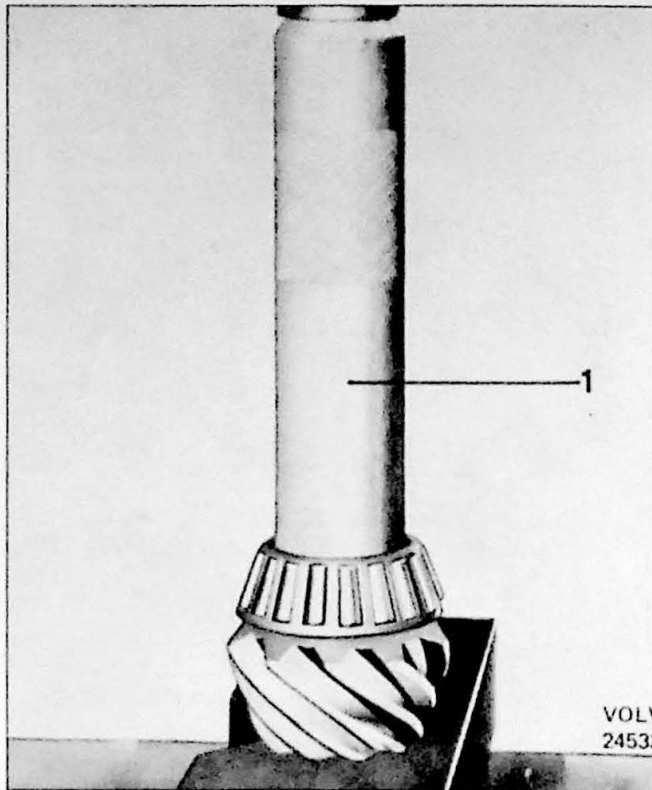
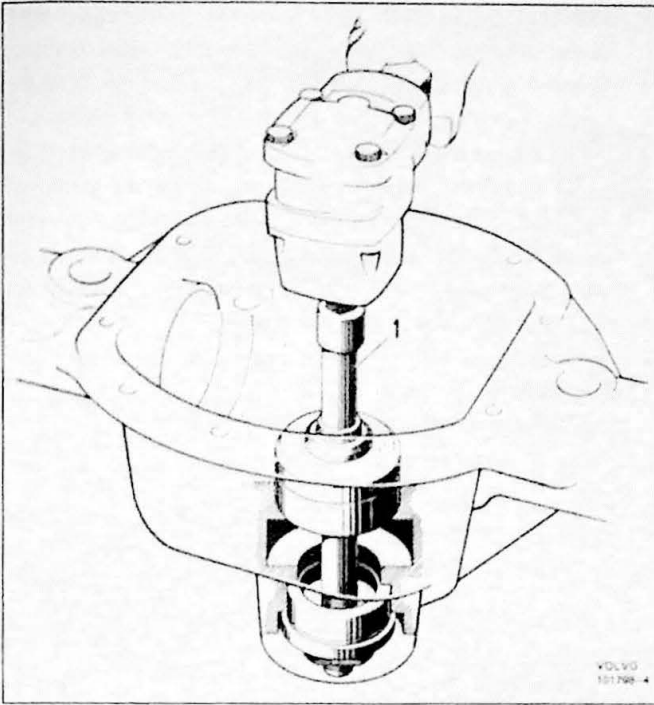

Fig. 9.33. Montage van het achterste pignonlager.
Fig. 9.34. Montage van de lagerringen. Perswerktuig voor type 23 (SVO 2688); type 27, 30 (SVO 2686); type 31 (SVO 2845)
4. Pers het achterste lager op de pignon met huls SVO 2395 voor type 23, 27 en 30 en SVO 2842 voor type 31 (Fig. 9.33). **LET OP!** De ring die onder de binnenring van het achterste lager ligt bij een nieuwe VOLVO-as mag bij een revisie niet opnieuw worden gemonteerd. Leg de opgemeten vulringen ertussen en pers de buitenringen van beide lagers met werktuig SVO 2688 voor type 23, SVO 2686 voor type 27 en 30 en SVO 2845 voor type 31 uit (Fig. 9.34).